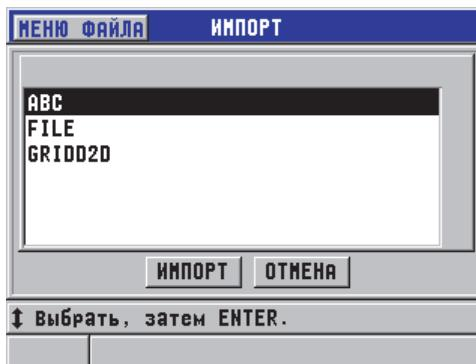

Рис. 11-3 Окно ИМПОРТ
5. В окне ИМПОРТ (см. Рис. 11-3 на стр. 210):